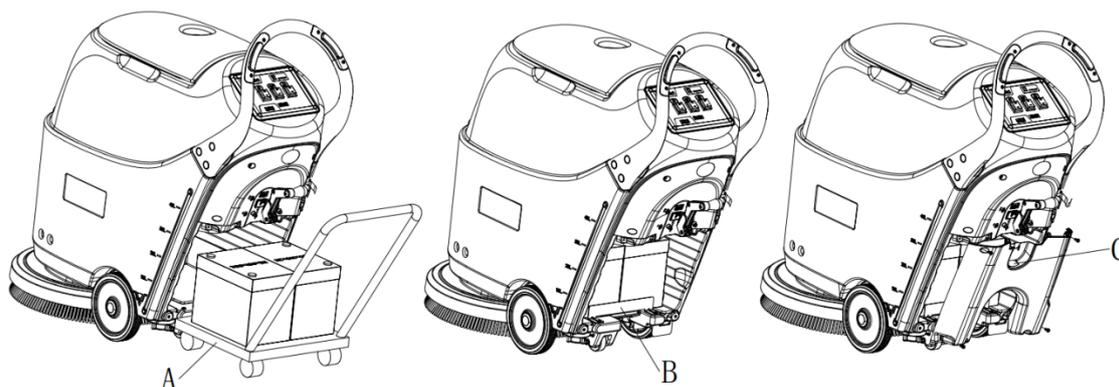

Рисунок 7
- Используйте специализированный инструмент (А, рисунок 7) для сборки батарей.